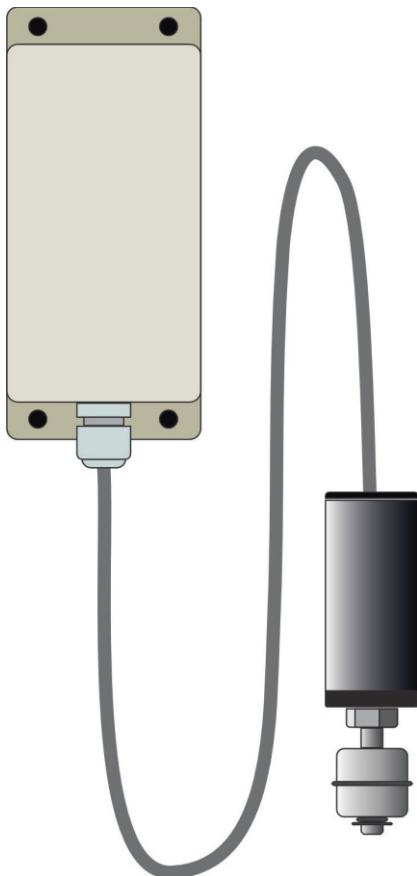
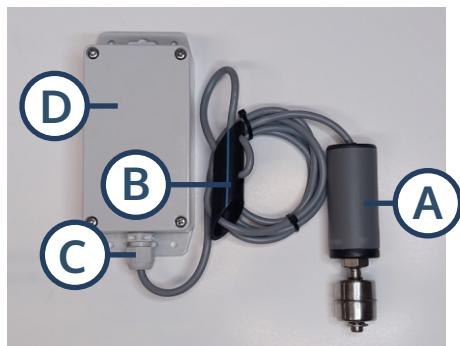

BILD 1
BILD 2
A. En sändare som installeras i tanken eller pumpbrunnen med en flottörbrytare som känner av vattennivån. (Bild 1)
B. Mottagare med ljus- och ljudlarm, som kan installeras på valfri plats inomhus (Bild 2 & 3) Med några minuters intervall uppdateras mottagarens nivåinformation från sändaren. I normalläge lyser enbart den gröna OK-lampan (2B) på mottagaren med fast sken.
Förpackningen innehåller en sändare med nivågivare (Bild 1) och en mottagare med nätdapter (Bild 2) som är kodade parvis så att varje mottagare enbart reagerar på larm från sin egen sändare.